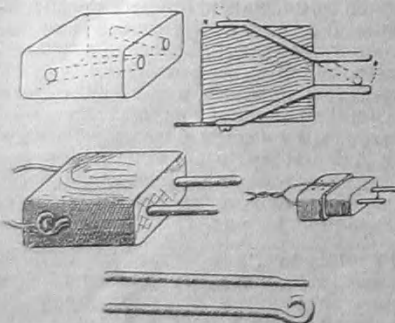

Рис. 3.
3. (Рис. 3). В брусочке просверливают отверстия, наклонно друг к другу, вставляют стержни, а затем концы их